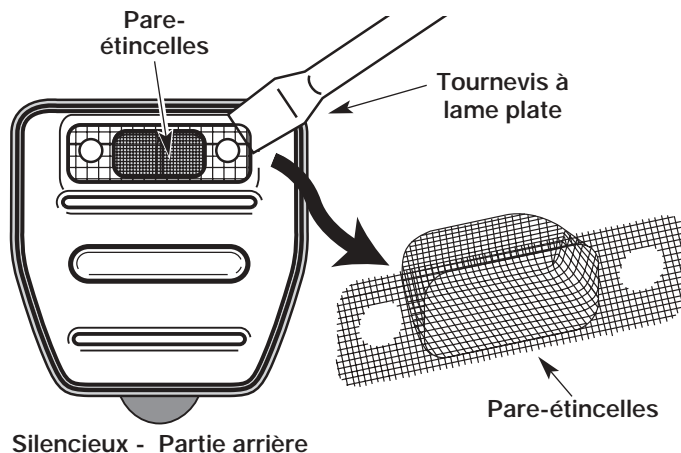

Fig. 25
4. Soulevez soigneusement le pare-étincelles de son trou à l'aide d'un petit tournevis à lame plate (Fig. 25). Retirez le pare-étincelles du silencieux.
5. Nettoyez le pare-étincelles à l'aide d'une brosse métallique. Remplacez-le s'il est endommagé ou si vous n'arrivez pas à le nettoyer complètement (Fig. 25).